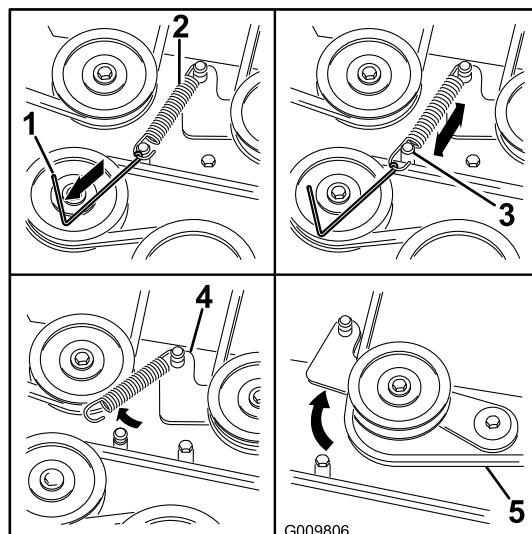

Figure 73
6. À l'aide d'un outil de dépose de ressort (réf. Toro 92-5771), décrochez le ressort de l'ergot sur le plateau pour éliminer la tension sur la poulie de tension (Figure 73).
- Acheminez la courroie neuve autour des poulies du plateau de coupe et de la poulie d'embrayage, sous le moteur (Figure 73).
- À l'aide d'un outil de dépose de ressort (réf. Toro 92-5771), accrochez le ressort à l'ergot sur le plateau pour tendre la poulie de tension et la courroie de plateau de coupe (Figure 73).